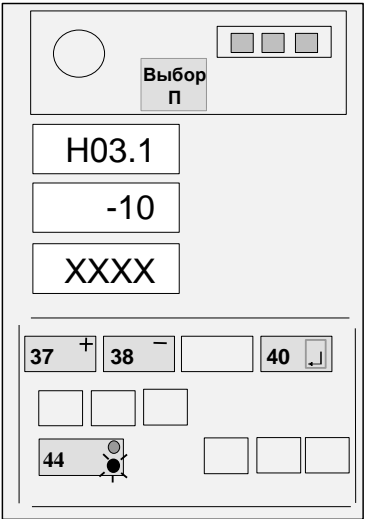

Рисунок 10
Если величина измеренной температуры воздуха отличается от выдаваемой на средний ИЖЦ более чем на  $\pm 3\text{ }^{\circ}\text{C}$ , нажатием кнопки 44 установить на верхнем ИЖЦ код "Н03.1", а затем, нажимая кнопки "+" (37) и "-" (38), установить, контролируя по показаниям среднего ИЖЦ, значение температуры, равное показаниям термометра (см. рисунок 10).